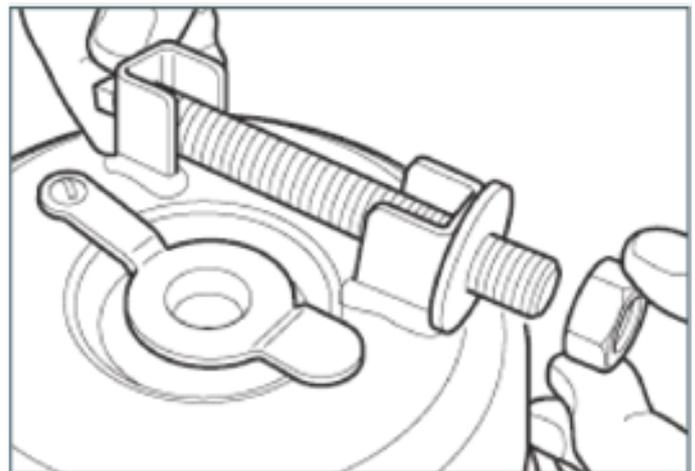

Abb. 9.1
1. Schrauben Sie die Mutter ab und lösen Sie Schraube und Unterlegscheibe von ihrer Aufbewahrungshalterung (Abb. 9.1).
8. Schrauben Sie die Mutter wieder an und befestigen Sie Löseschraube und Unterlegscheibe wieder in ihrer Aufbewahrungshalterung (Abb. 9.1). Ziehen Sie die Mutter mit einem Drehmoment von 11 – 15 Nm an.